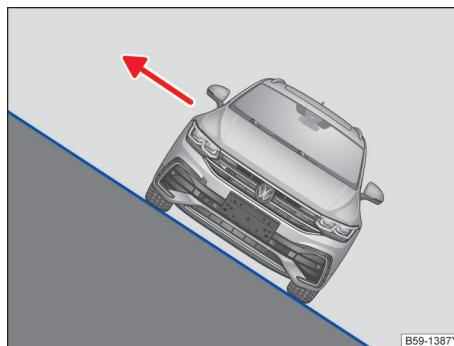

图 132 在倾斜状态下停车后，应从汽车朝向上坡的一侧下车
- 如果汽车以较大的侧倾度停在斜坡上，则乘员切勿通过朝向下坡的车门离开汽车。这可能导致整个重心侧移。汽车可能翻倒或翻车并从斜坡上向下滑。为避免这种情况，应始终只从朝向上坡的一侧小心地离开汽车→图 132。